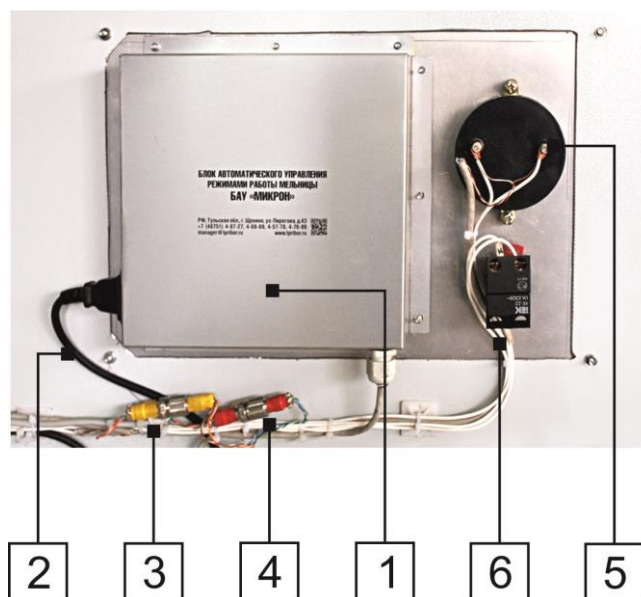

Рис. 27. Замена панели управления.
Для того, чтобы демонтировать (Рис. 27) панель управления необходимо обесточить пульт БАУ, отсоединить от основного блока (1) кабель питания (2), рассоединить разъемы (3, 4), отсоединить два провода от амперметра (5) и два провода от кнопки «ОБЩИЙ СТОП» (6), после чего отвернуть четыре гайки М4 и снять панель.